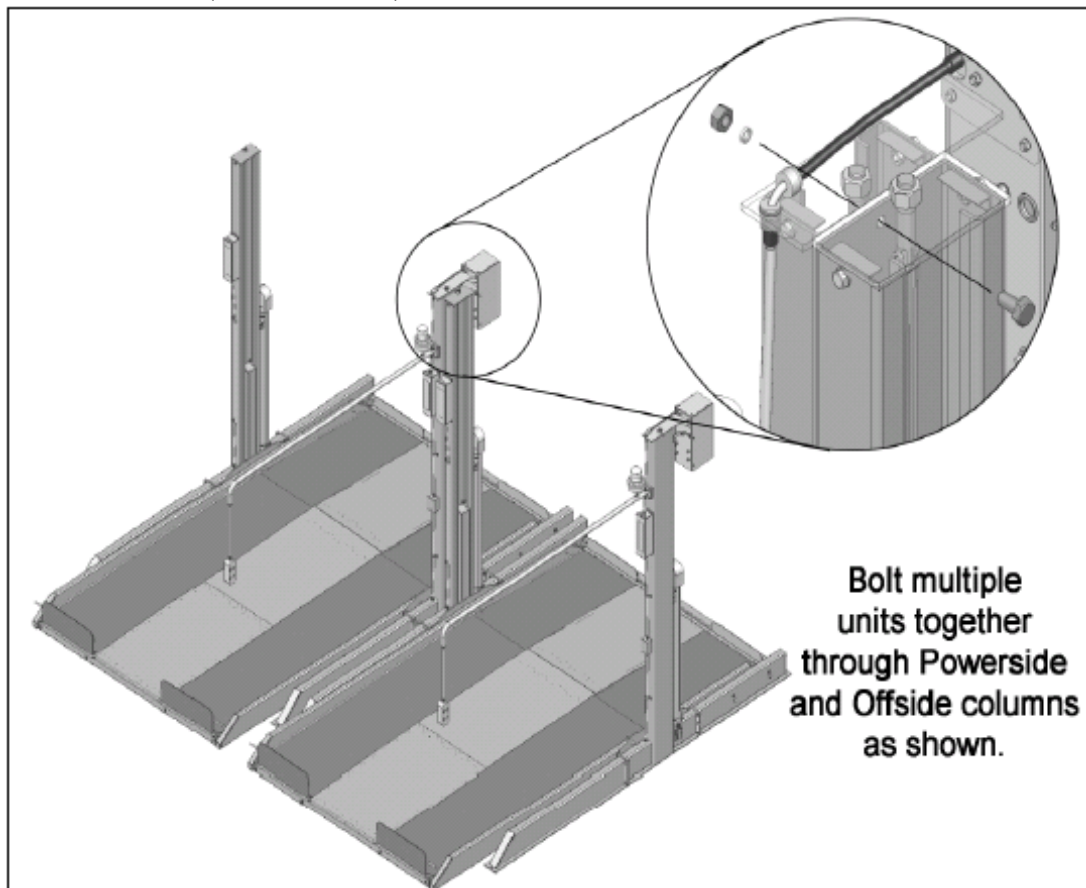

Рис.24.3
5. Если устанавливается несколько подъемников в ряд, то сверху стоек прикрепить смежные стойки болтами с гайками ( см. Рис.24.3 )